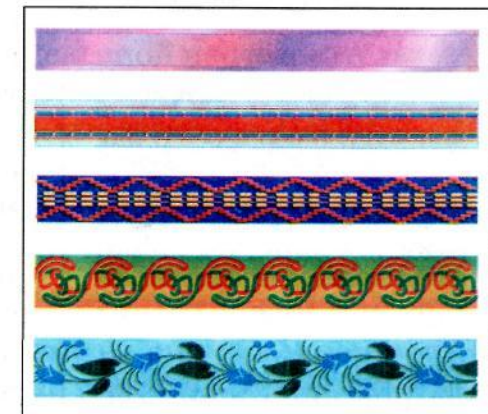

Рис. 39. Ленты
*Ленты* — это полоски ткани или вязаные полоски небольшой ширины, применяемые для отделки швейных изделий. Они могут быть шелковыми (атласные ленты), хлопчатобумажными, капроновыми и др. (рис. 39).